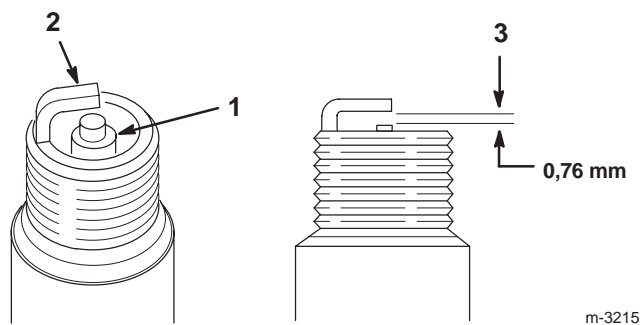

Figure 31
1. Inspectez le centre des bougies (Fig. 31).
2. Contrôlez l'écartement entre les électrodes centrale et latérale (Fig. 31) et pliez l'électrode latérale si l'écartement est incorrect.